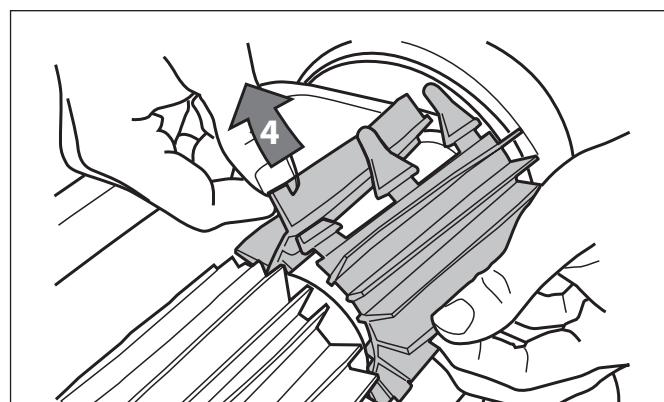

Figura 31. Pase las lengüetas por cada ranura
4. Inserte cada lengüeta en la ranura provista e intodúzcalo cuidadosamente hasta que salga el talón al otro lado de la ranura (Figura 31).